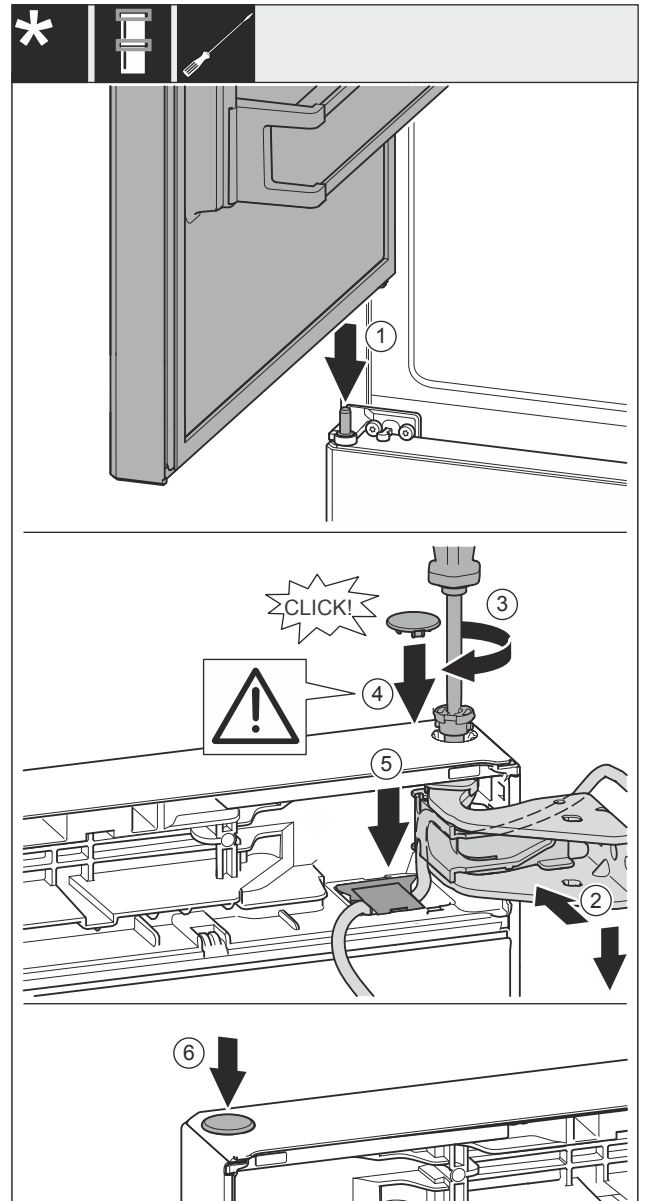

Fig. 36
- ▶ Встановіть верхні дверцята на середній опорний палець Fig. 36 (1).
- ▶ Вирівняйте двері зверху з отвором в опорному кронштейні Fig. 36 (2).
- ▶ Вставте штифт Fig. 36 (3) та закрутіть за допомогою викрутки.
- ▶ Вставте кришку Fig. 36 (4).
- ▶ Перевірте, щоб кришка Fig. 36 (4) щільно прилягала до дверей.
- ▶ Вставте кришку Fig. 36 (5) та натисніть на неї до клацання.
- ▶ Вставте кришку Fig. 36 (6).